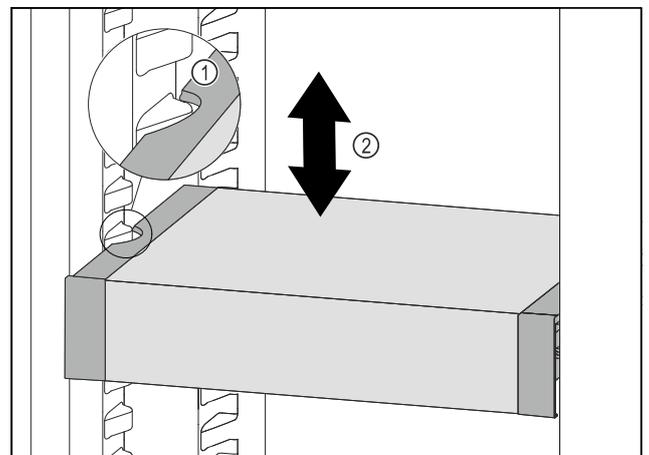

Fig. 87
- Tire del VarioSafe hacia delante hasta que los huecos laterales del VarioSafe se encuentren a la altura de la nervadura del recipiente en el compartimento del frigorífico. Fig. 87 (1)
- Mueva el VarioSafe hacia arriba o hacia abajo en el compartimento del frigorífico hasta alcanzar la altura deseada. *Fig. 87 (2)*